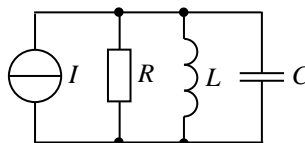

Рис. 1
2.2. Для параллельного колебательного контура (рис. 1) рассчитайте: